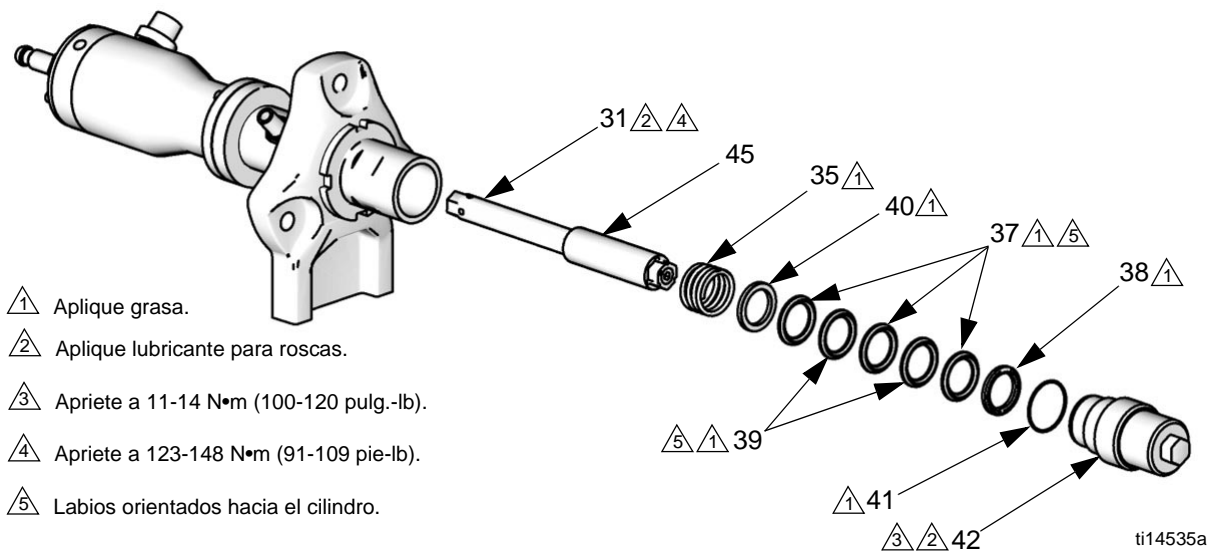

FIG. 14. Empaquetaduras en V del pistón
5. Extraiga el conjunto de pistón/biela hacia fuera desde el fondo del cilindro (27).
6. **Modelos con empaquetadura en V:** Retire las empaquetaduras (37, 39), prensaestopas (38, 40) y el resorte (35) del pistón. Vea la FIG. 14, página 16.